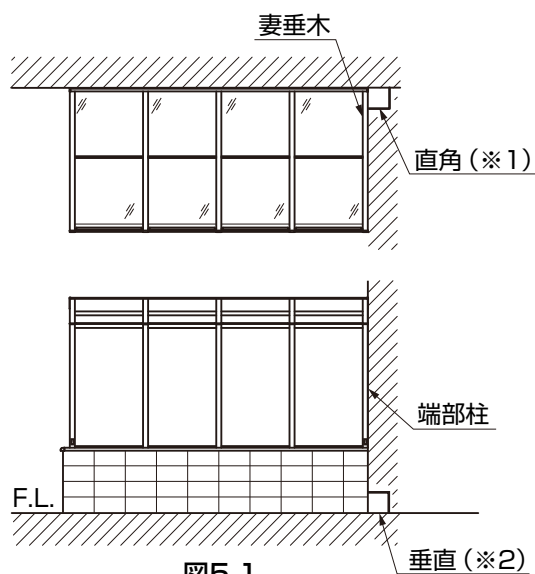
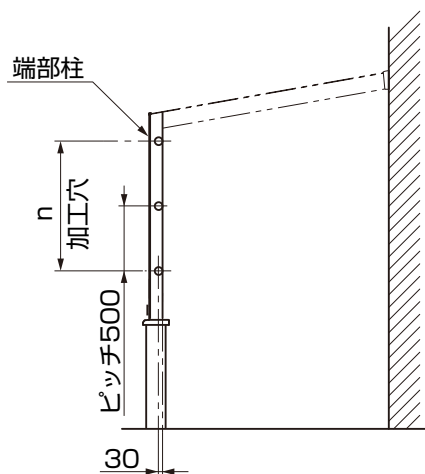

図5-1
図5-2
●躯体外壁の直角度(※1)、垂直度(※2)に狂いが生じている場合は、取付けることができませんので、修正してください。修正時の部材については、現場で手配してください。(図5-1参照)
①入隅側の端部柱に、φ10、φ5の穴をあけてください。(図5-1、図5-2、表5-1参照)